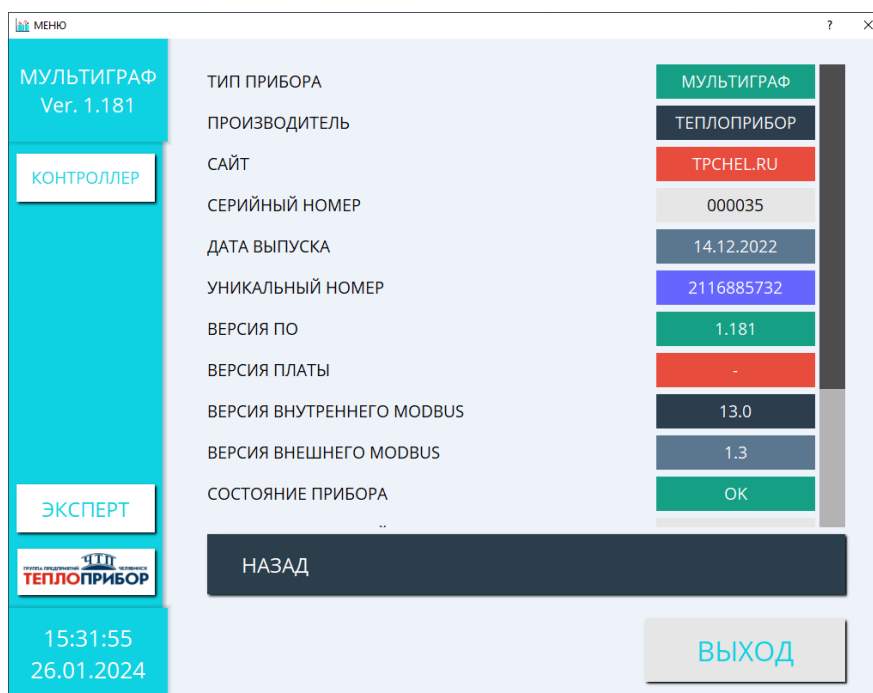

Рисунок 2.62 – Информация о модуле контроллера
1) Доступная пользователю информация о модуле контроллера, представлена на рис. 2.62. Для просмотра всей необходимой информации необходимо передвинуть ползунок окна вниз.